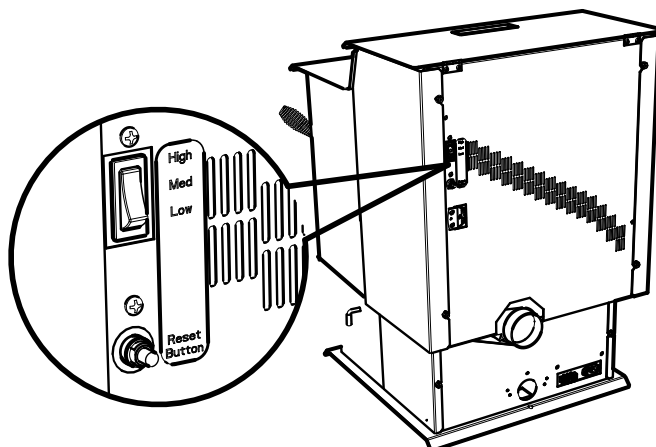

Figure 8.1
Cet appareil est doté d'un interrupteur de commande du chauffage à trois positions ou taux de combustion : bas, moyen et haut. **Figure 8.1.**
3. Localisez l'interrupteur de contrôle de l'intensité du chauffage situé au dos de l'appareil du côté supérieur gauche. **Figure 8.1 à la page 8.**